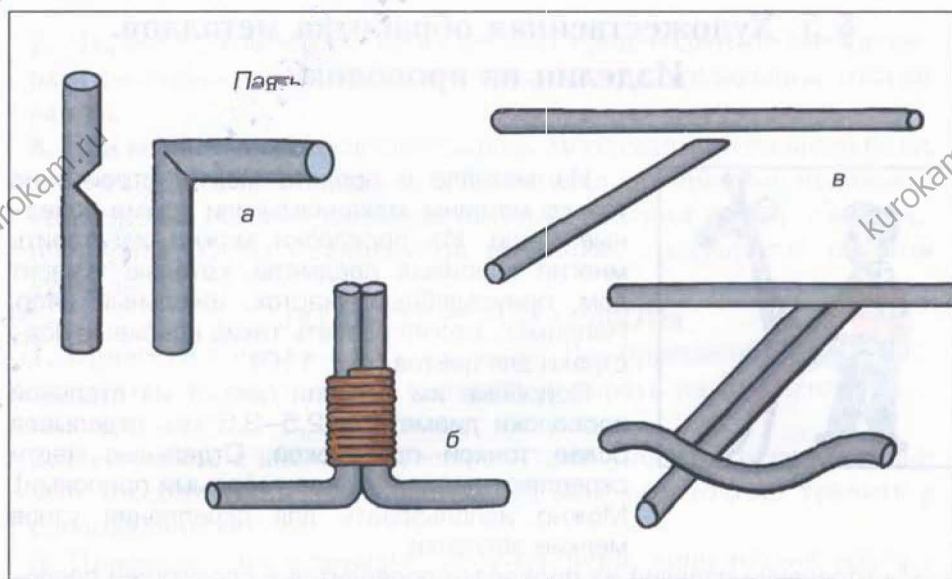

Рис. 111. Стыковка деталей из проволоки: а – сгибание под углом, б – скрутка деталей мягкой проволокой перед пайкой, в – соединение концов деталей из проволоки
5. При пайке деталей мягкими (оловянно-свинцовыми) припоями узлы спаивают, как это показано на рис. 111. Места пайки соединяются тонкой мягкой проволокой. Места стыков спиливают на ус, потом спаивают. Этот же приём применяют и при клёпке.